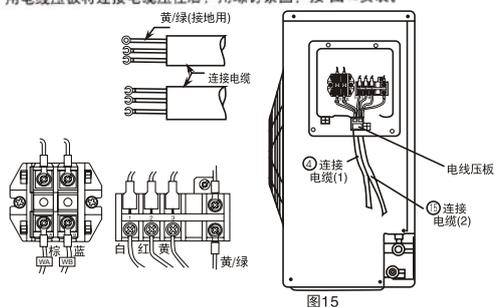

图15
- (1) 把连接电缆按电气接线图所示正确地牢固连接。(紧固力为0.8-1.5N·m)
- (2) 用电线压板将连接电缆压住后,用螺钉紧固,按图15安装。